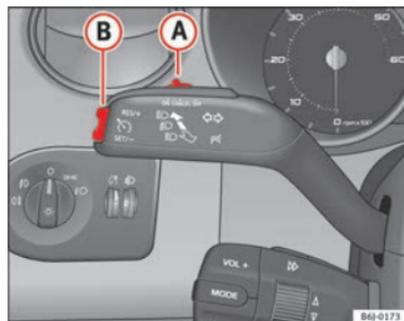

Fig. 119 Alavanca das luzes indicadoras de mudança de direcção e dos máximos: comando e botão basculante para o regulador de velocidade
- Empurrar o cursor ⇒ Fig. 119 (A) para esquerda para **ON**.